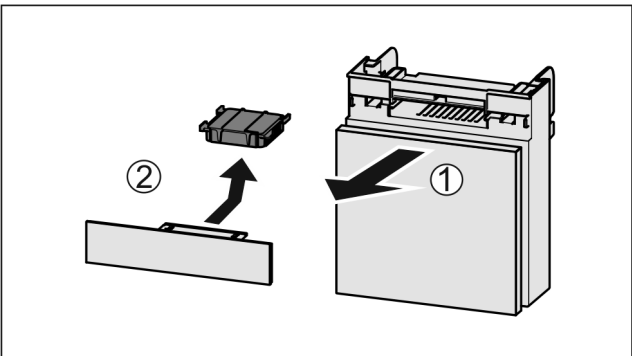

Fig. 149
- ▶ 向前拉出 Fig. 149 (1)抽屉。
- ▶ 取出 Fig. 149 (2)活性炭过滤器。